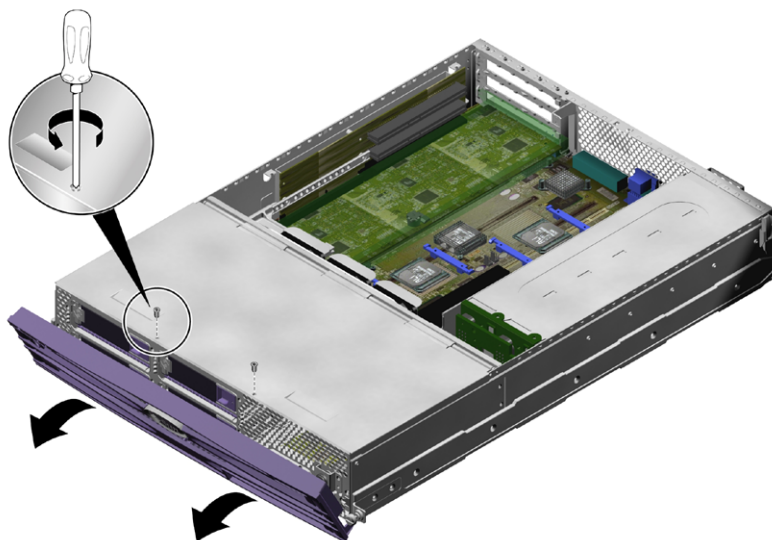

図 1-2 カバーの正面部分のねじの位置
2. カバーの正面部分をシャーシに固定しているねじを外します (図 1-2)。